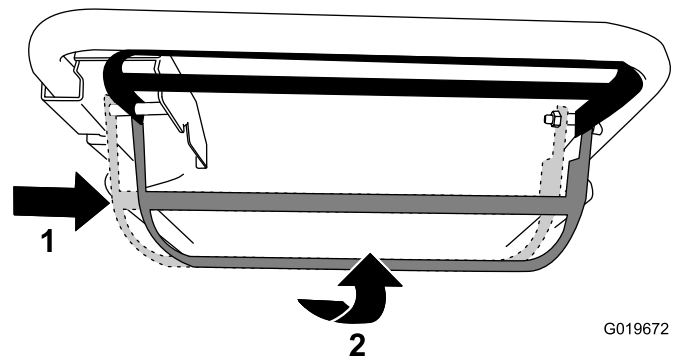

Figura 14
- Para activar la autopropulsión y la cuchilla: Mueva la barra de control de la cuchilla a la derecha hasta que haga tope, y levántela hasta el manillar (Figura 14).